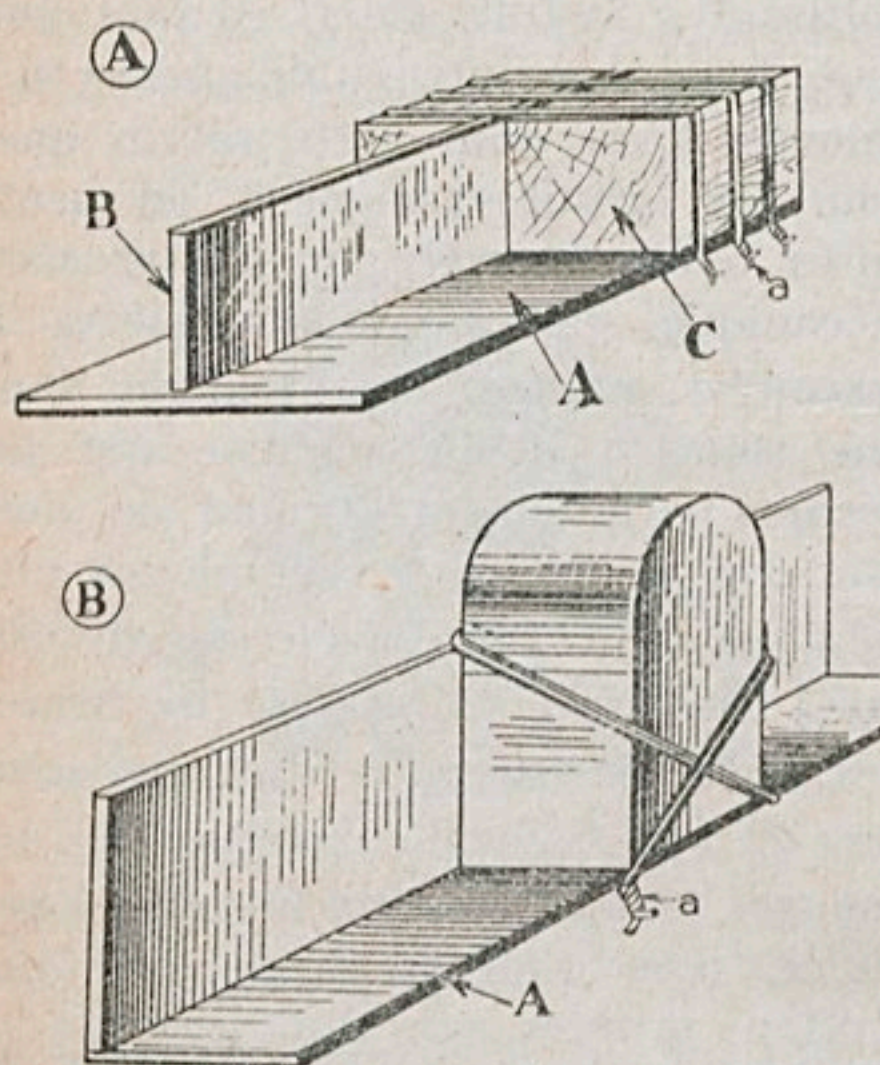

Figure 22
*Brasage de deux ferrures en T.* — Soit les deux lames en fer A et B (fig. 22, A) qui sont calées l'une sur